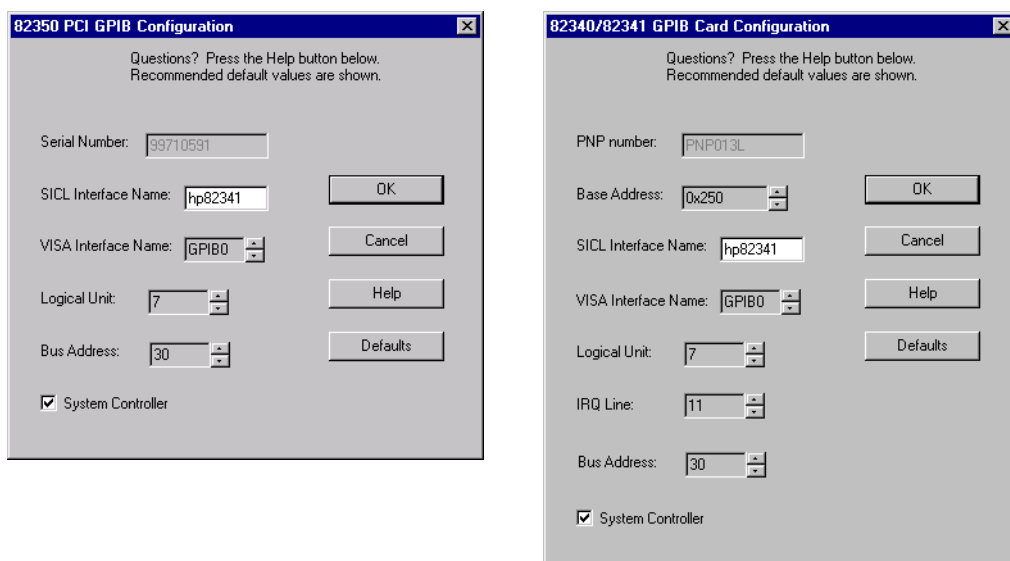

Figura 9 Configurazione dell'interfaccia GPIB per l'uso con la ChemStation Agilent
- 7 Impostare il nome di interfaccia SICL in “hp82341”, l'indirizzo del bus a “30” e “System Controller” come illustrato nella Figura 9. Ricordare che l'aspetto di questa finestra di dialogo differisce leggermente a seconda del tipo di scheda GPIB installato.
Per configurare l'interfaccia GPIB Agilent 82341 o Agilent 82350 ed usarla con la ChemStation, utilizzare i valori che seguono. I campi disponibili dipendono dal tipo di interfaccia installata. Vedere la Figura 9 a pagina 64.